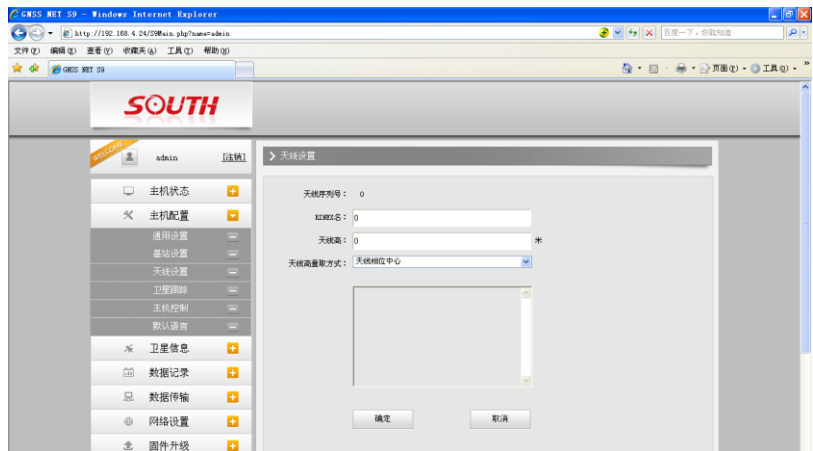

图 3-8 天线设置栏页面
“主机配置”栏页面如图 3-8 所示。通过“主机配置”栏用户可以设置 K8S+ 的各种参数，保存设置后，参数会立即生效，并且参数信息对应地反映在“主机状态”栏页面。
a) “通用设置”页面如图 3-8 所示。主要完成 K8S+ 的工作模式设置和注册主机功能；